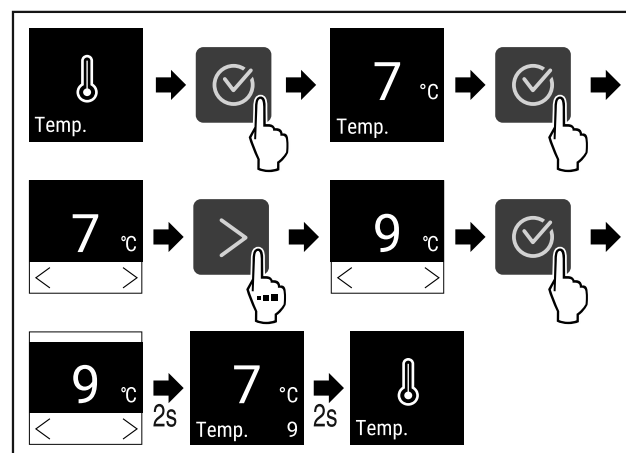

Fig. 67 Temperaturskift fra 7°C til 9°C
- ▶ Udfør handlingstrinene (se Fig. 67).